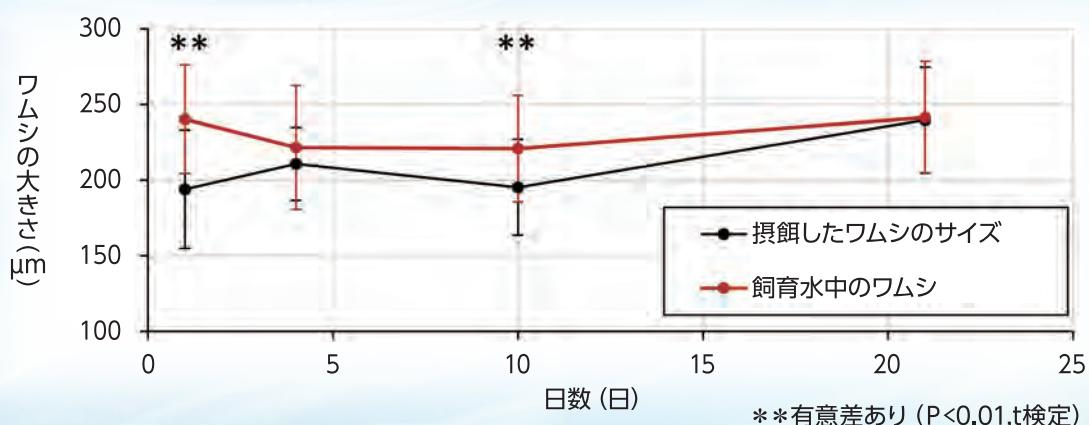

図7 ワムシのサイズと仔魚のふ化後の日数との関係
- ふ化直後のワカサギは小型のワムシを摂餌し、成長するにつれて大型のワムシを摂餌しました(図7)。